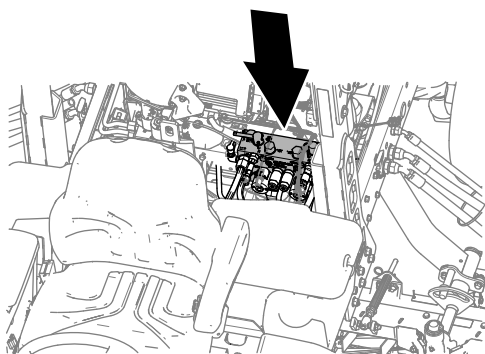

Figure 110
- Tournez les leviers de rodage avant, arrière ou les deux à la position R (rodage) (Figure 110).